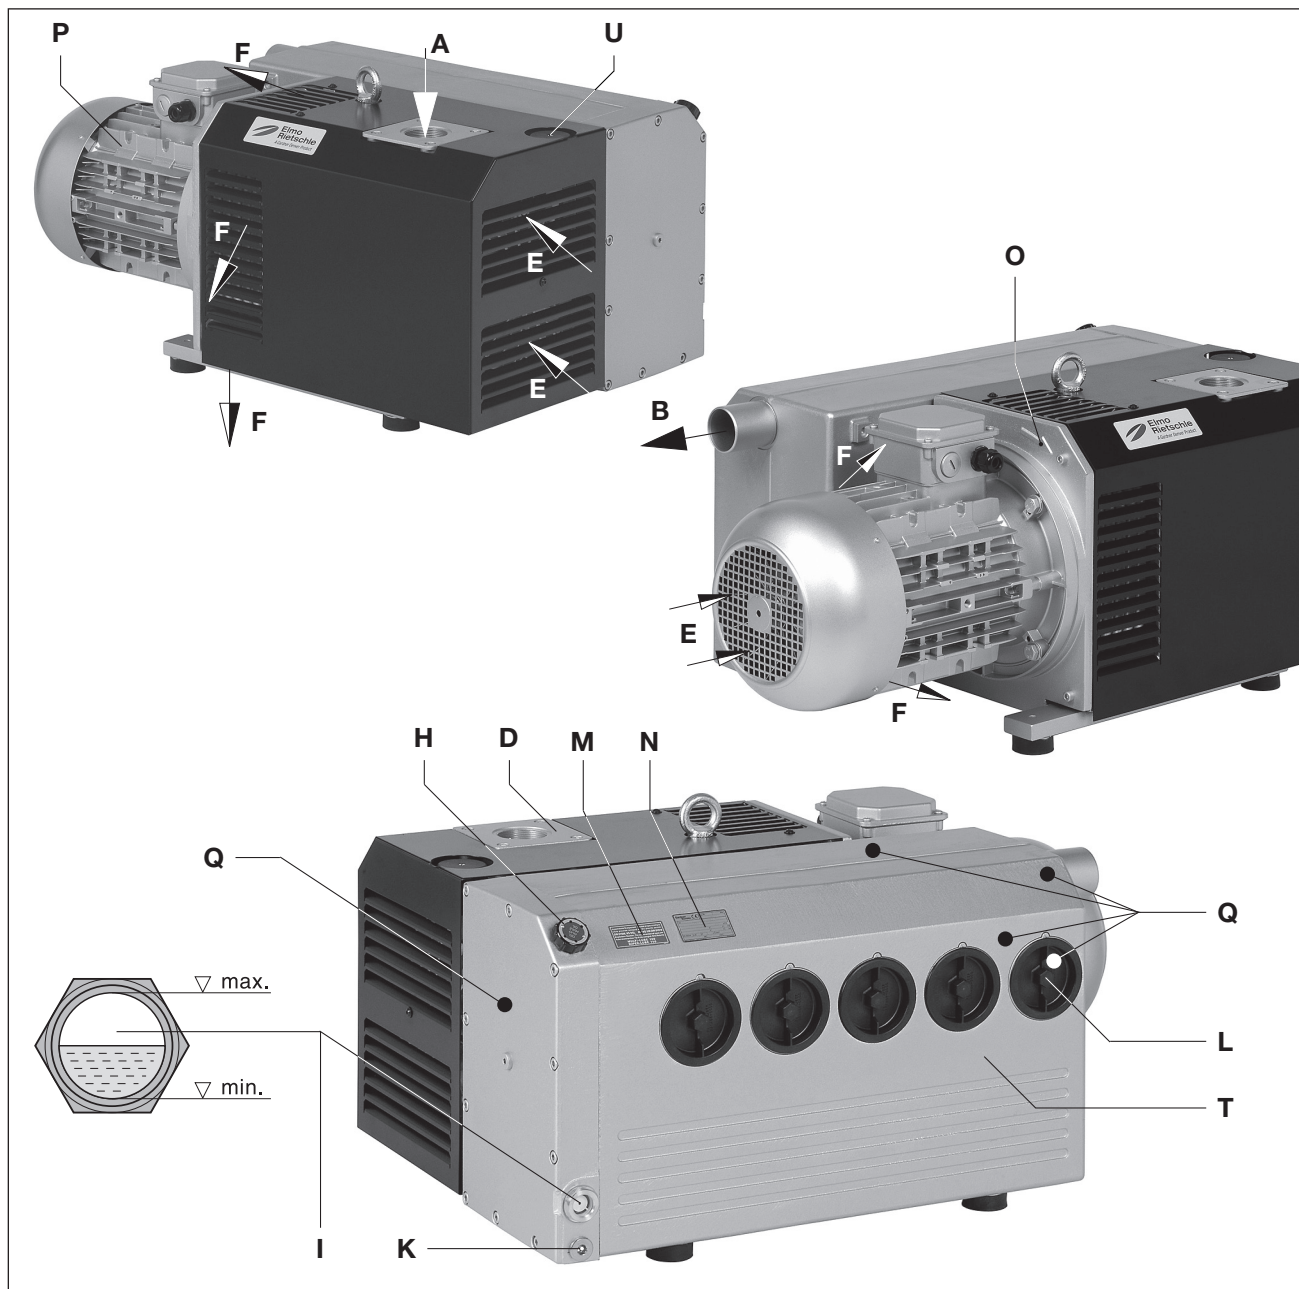

Fig. 2 Bomba de vacío V-VC 202 / V-VC 303
Una válvula antirretorno incorporada separa la bomba del proceso cuando se decide pararla. En caso de tiempos de parada de más de dos minutos, la tubería conectada debería ser puesta a presión atmosférica. Una válvula para gas estabilizador (fig. 2/U) de serie impide cualquier condensación de una pequeña cantidad de vapor de agua en el interior de la bomba caliente. Para la acumulación de vapor de agua se puede prever una dotación de la bomba con una capacidad de estabilización de gas superior (opcional).
La brida de aspiración (fig. 2/D), la boca de llenado de aceite (fig. 2/H), la mirilla de aceite (fig. 2/I), el drenaje de aceite (fig. 2/K), la válvula para gas estabilizador (fig. 2/U) y la carcasa del separador de aceite (fig. 2/T) deben estar fácilmente accesibles.
Las entradas de aire refrigerante (fig. 2/E) y las salidas de aire refrigerante (fig. 2/F) deben tener una distancia de al menos 30 cm de las paredes. El aire de refrigeración saliente no debe volver a aspirarse. Para los trabajos de mantenimiento prever al menos 50 cm de distancia alrededor de la máquina.
¡El cierre o estrechamiento del orificio del aire de salida (fig. 2/B) puede producir lesiones graves o mortales!
La apertura de aire de escape (fig. 2/B) no debe ser cerrada ni obstruida.
- a) La toma de vacío (fig. 2/A) se encuentra en la brida de aspiración (fig. 2/D).
- b) El aire aspirado puede emitirse a la atmósfera a través de la salida de aire de escape (fig. 2/B) o evacuarse a través de una tubería o manguera.
- a) Cargar el aceite lubricante (para tipos adecuados véase el capítulo "Mantenimiento") en la boca de llenado de aceite (fig. 2/H) hasta el borde superior de la mirilla (fig. 2/I).
- a) Los datos eléctricos del motor figuran en la placa de características (fig. 2/N) o en la placa del motor. Los motores se corresponden con EN 60034 y son de índice de protección IP 55 y clase de aislamiento F. El esquema de conexión correspondiente se encuentra en la caja de bornes del motor (no aplicable en versiones con conector para clavijas). Comparar los datos del motor con los datos de la red eléctrica existente (tipo de corriente, tensión, frecuencia de la red, intensidad admisible).
!En estado caliente, las temperaturas de las superficies de las piezas (fig. 2/Q) pueden superar los 70 °C.
- ▷ El sentido de giro previsto para el árbol de accionamiento está señalado mediante la flecha (fig. 2/O) en la brida del motor.